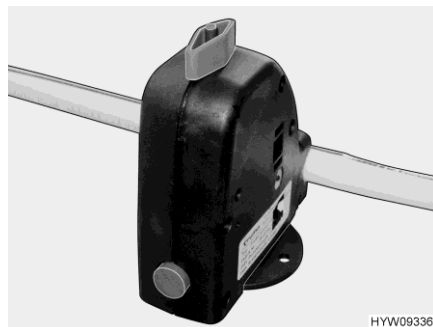

Fig. 101 Valve de sécurité et de vidange
- Ouvrir la valve de sécurité et de vidange (Fig. 101). Tourner le bouton rotatif (Fig. 101) dans le sens longitudinal par rapport à la valve de sécurité et de vidange.